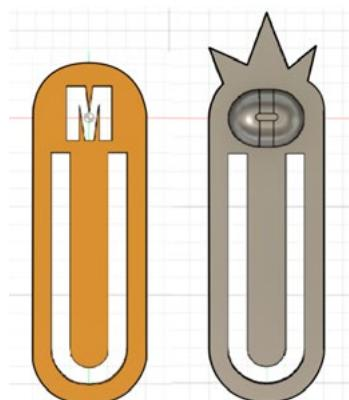

Рис. 13
4. Самостоятельно создайте украшение на закладке. Украшением может служить выплавленная буква вашего имени, выпуклое изображение или изменение общего контура закладки (рис. 13).